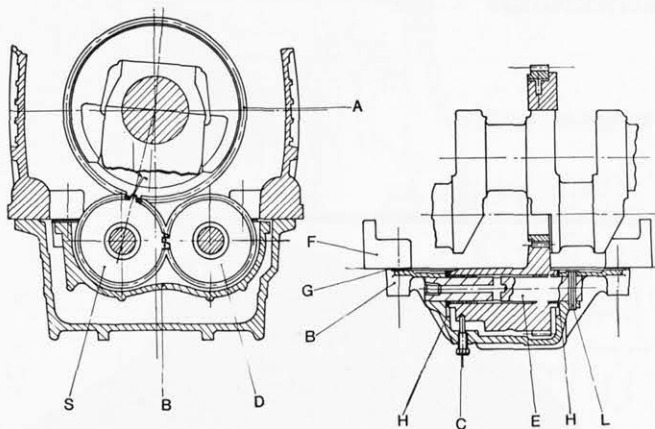

Abb. 20 - Einstellung der gegenlaufenden Massen.
- Die mit dem Buchstaben « S » gekennzeichnete Masse in ihren Sitz im Halter B einbauen; anschliessend auch die Masse D montieren, wobei die gekennzeichneten Zähne gem. Abb. 20 übereinstimmen sollen.
- Die so erzielte Einheit ist unter dem Zylinderblock zu montieren, wobei darauf zu achten ist, dass die Bezüge der Zähne gem. Abb. 20 übereinstimmen.